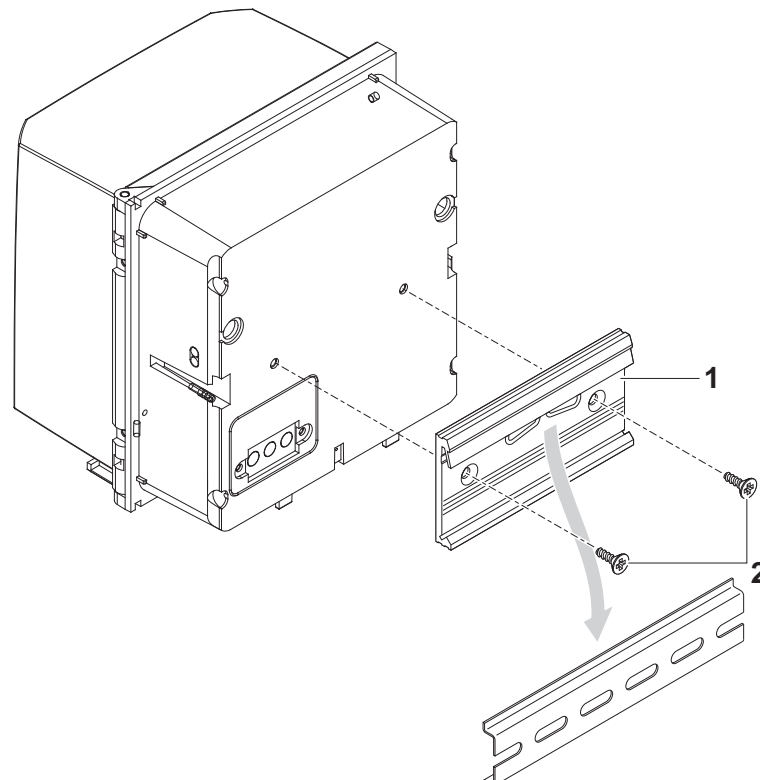

Bild 3-9 DIQ/S 28X auf Hutschiene montieren
- 1 Die Klammerbefestigung (Pos. 1 in Bild 3-9) mit den beiden Kunststoff-Schneidschrauben (Pos. 2) an die Rückseite des Universal-Transmitters schrauben.